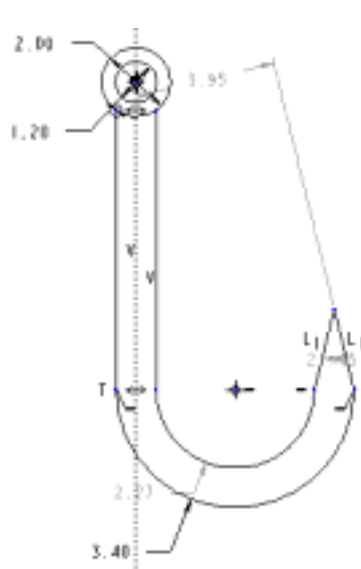

图 3-75 约束两直线
(10) 单击工具栏中的“约束条件”按钮, 在弹出的“约束”对话框中单击“相等选项”按钮, 然后单击刚刚绘制的两条直线, 使其相等, 如图 3-75 所示。